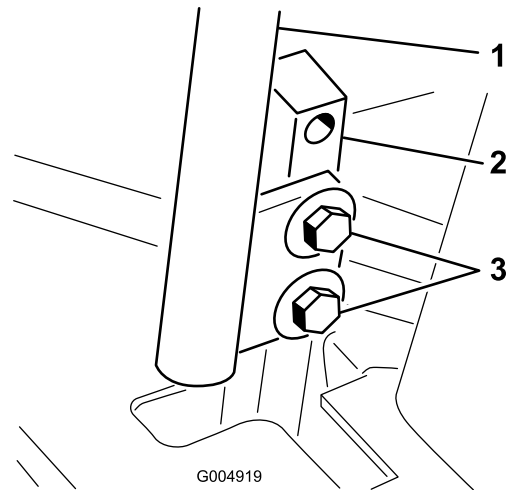

図 68
3. コントロールレバーを固定しているボルトをゆるめる (図 68)。